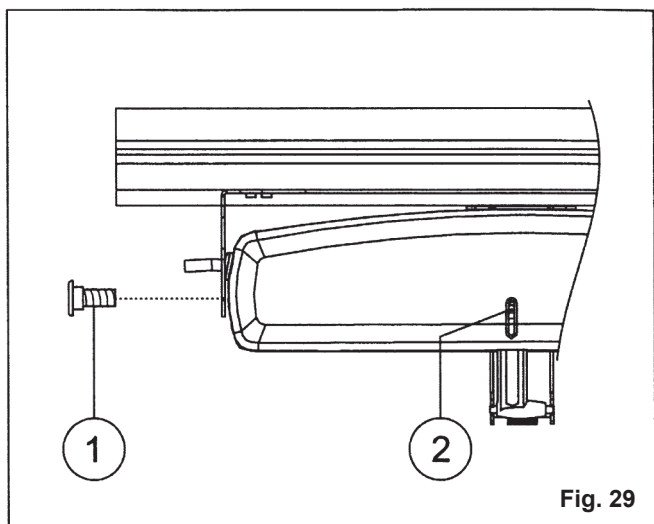

Fig. 29
- 7) **Fig. 29** - Fixer par les deux vis en dotation (**Réf. 1**) l'actionneur à la bride de connexion au bâtis dans la position "0" (**v. Fig. 6b**) et dévisser la vis de réglage du terminal chaîne;